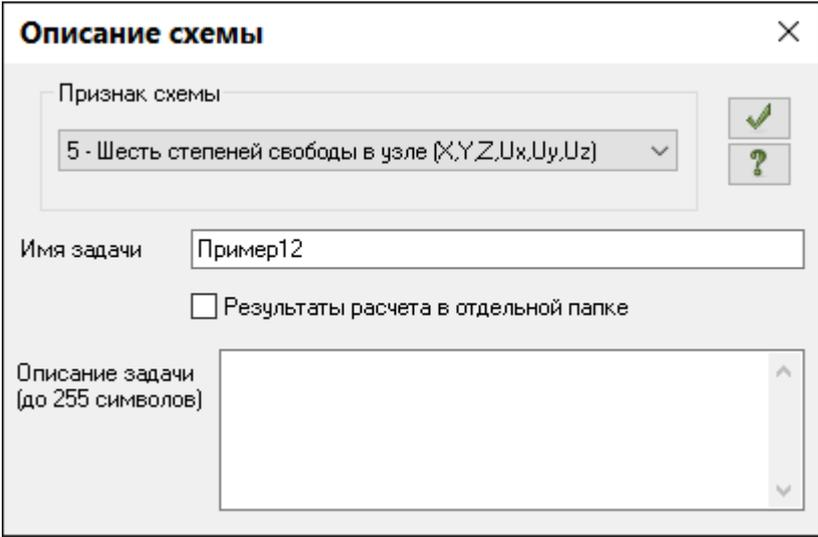

Рис.12.2. Диалоговое окно **Описание схемы**
- В появившемся диалоговом окне **Описание схемы** (рис.12.2) задайте следующие параметры: